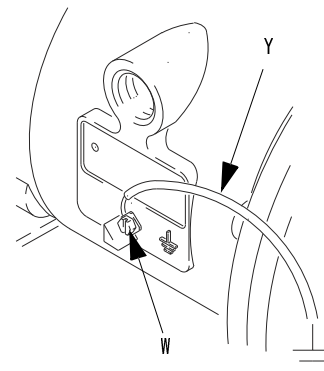

図 1
- ポンプ：図 1 に示すように接地線とクランプを接続します。接地ネジ (W) をゆるめます。最小断面積 1.5 mm² (12 ga.) の接地ワイヤ (Y) の一方の終端を接地ネジの背部に挿入し、ネジをしっかり締めます。接地線のクランプ側を大地アースに接続します。部品番号 238909 接地線とクランプを注文します。